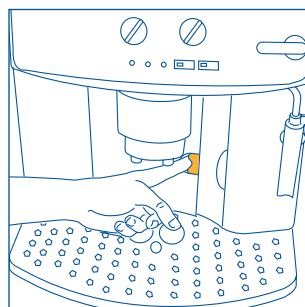
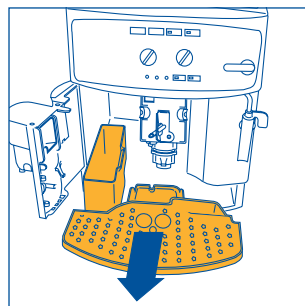

Fig. 15
Fig. 16
For at foretage rengøringen luk servicelågen, der findes på forsiden, op (ved at trække i håndtaget, fig. 15); kontrollampen ☐ tændes og blinker (jvf. par. 12 punkt 9); træk dråbeopsamlingsbakken ud (fig. 16) tøm den og rens den. Udtøm og rens kaffegrumsbeholderen omhyggeligt idet du sørger for at fjerne alle eventuelle aflejringer på bunden. Tør også eventuelle kondensdryp op, der har lagret sig inden i maskinen, under dråbeopsamlingsbakken. **VIGTIGT:** når man trækker dråbeopsamlingsbakken ud SKAL man altid tømme kaffegrumsbeholderen, selv om den ikke er fyldt helt op. Hvis denne operation ikke foretages, kan det ske at kaffegrumsbeholderen under de følgende brygninger fyldes for meget op og maskinen derfor tilstoppes af grums.
- luk servicelågen op (fig. 15);
- træk dråbeopsamlingsbakken og kaffegrumsbeholderen ud (fig. 16) og vask dem;